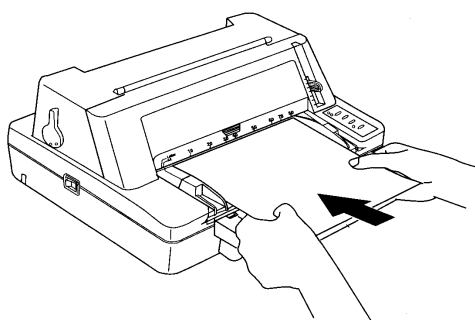

图 3-5 安装单页纸
5. 如图 3-5 所示插入纸张，纸张会自动进到打印位置。如果您将纸斜检测设定为“开”，若纸张有歪斜，打印机会自动检测并退出纸张至导纸板。